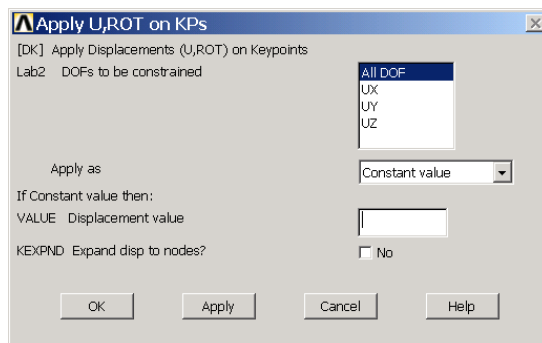

图5.9 约束所有自由度
(5)接着弹出如图 5.9 所示的【Apply U,ROT on KPs】对话框。在【DOFs to be constrained】列表框中选中【ALL DOF】，其它保持不变，然后单击【OK】按钮即对关键点 5 约束了各方向的自由度。